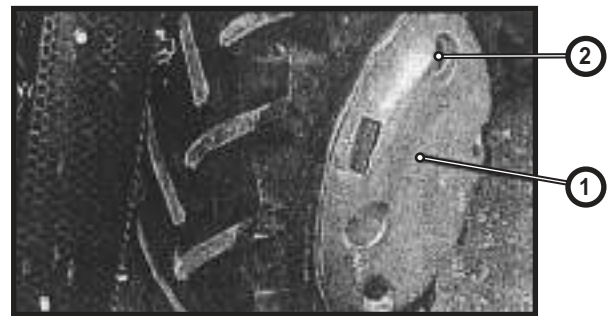

Fig. 42
### Contrapesos de rueda Fig. 42
Los contrapesos de rueda (1) Fig. 42 de 50 Kg. van fijados a la llanta, mediante tornillos (2).